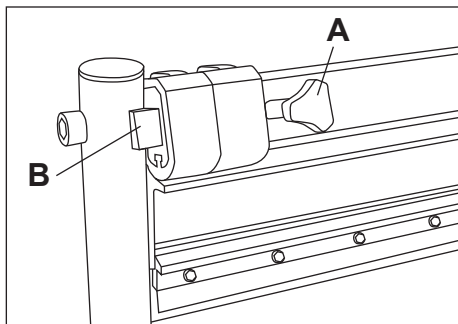

FIGURE 3
1. Le coupe de sol stratifié est expédié avec l'ensemble de couteau abaissé et en position verrouillé. Cette caractéristique de sécurité veille à ce que le tranchant du couteau n'est pas exposé au cours du transport ou de l'entreposage. Pour déverrouiller l'ensemble de couteau, desserrez le bouton de verrouillage de sécurité (Fig. 3-A), appuyez légèrement sur le manche, puis faites glisser le bouton de verrouillage vers la droite pour dégager le verrou (Fig. 3-B).